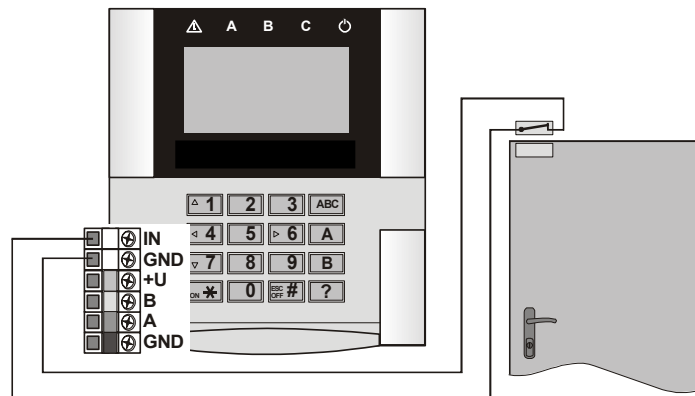

Abb. 2: Beispiel für den Anschluss eines Türkontakt-Melders
4. **Installieren Sie den externen Türkontakt-Melder** (bei Bedarf) und schließen Sie sein Kabel an die Anschlüsse IN und GND an. Siehe Abb. 2.